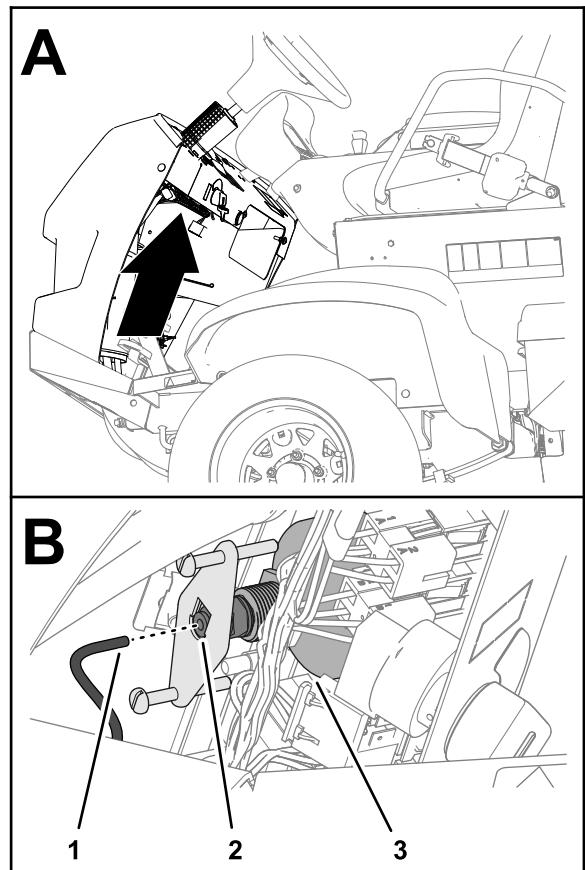

Bild 110
5. Entfernen Sie das Rohr von der Rückseite des Manometers und legen Sie das Ende des Rohres in einen Behälter (Bild 110).